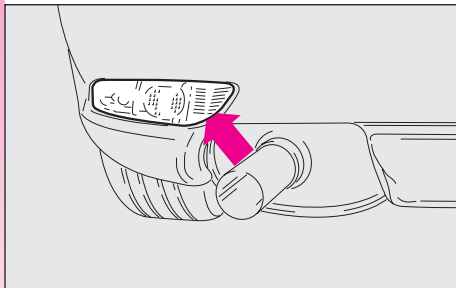
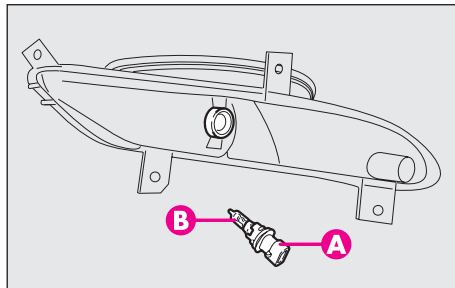

fig. 31
fig. 32
- de la partie inférieure du pare-chocs (fig. 31) agir sur le porte lampe (A-fig 32) en le tournant dans le sens contraire des aiguilles et l'enlever. Faire très attention au pot d'échappement qui peut être encore chaud: danger de brûlures;